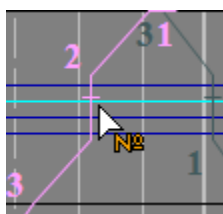

Рис.106. Выбор события нормативной нити
- подвести указатель «мыши» **к выбранному событию нормативной нити**, убедиться, что появился значок № (см. рис. 106), нажать левую клавишу «мыши» и протянуть «мышь» до выбранного события нормативного графика;